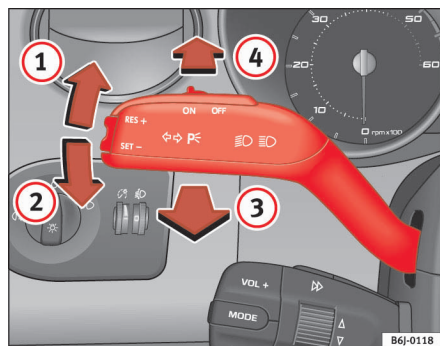

Fig. 55 Manette des clignotants et de l'inverse-codes/phares
- Soulevez le levier jusqu'en butée ⇒ fig. 55 ① pour actionner les clignotants **droits** ou abaissez-le jusqu'en butée ② pour actionner les clignotants **gauches**.
- Déplacez le levier vers l'avant ⇒ fig. 55 ④ pour allumer les feux de route.